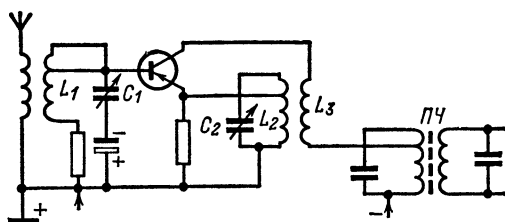

Рис. 127. Схема преобразователя частоты, полученная непосредственно из схемы генератора, показанной на рис. 126.
**Л.** — Очень просто, Незнайкин! Возьми генератор, схема которого изображена на рис. 126, включи в точке  $B$  контур, настроенный на частоту антенны, включи затем в точке  $П$  первичную обмотку трансформатора промежуточной частоты, и ты получишь схему, показанную на рис. 127. Если контур  $C_2L_2$  гетеродина настроен на частоту, отличающуюся от частоты принимаемых сигналов на величину промежуточной
**Л.** — Точно так же изученные нами схемы различных каскадов на транзисторах позволяют составлять бесчисленное множество разных радиоприемников. Было бы нелепо пожелать рассмотреть их все. Но если ты хочешь, мы в качестве примера разберем одну полную схему, состоящую из вагонов... я хотел сказать из следующих каскадов: преобразователя частоты, как на рис. 127; двух каскадов усиления промежуточной частоты, как на рис. 116, но с отводами в первичной обмотке, чтобы уменьшить затухание, вносимое в контур предшествующим транзистором; детектора, как на рис. 120; двух каскадов низкой частоты на резисторах, как на рис. 91; оконечного двухтактного каскада, как на рис. 102.